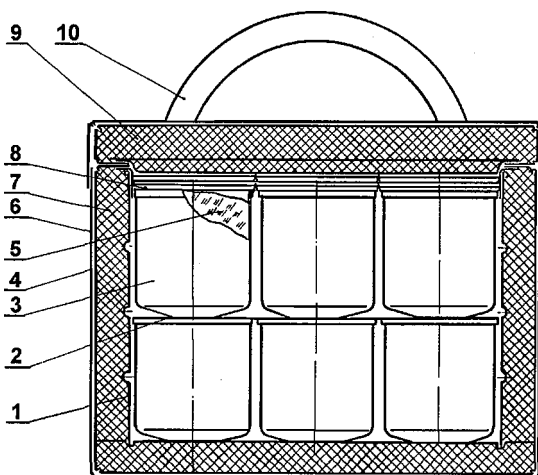

Рисунок 17 – Термос с формами для замораживания и хранения охлаждающих элементов
1.6.6 Термос (рисунок 17) служит для хранения охлаждающих элементов-брикетов водяного льда. Термос состоит из корпуса 1, покрытого слоем теплоизоляции 7 толщиной 30 мм, а поверх него – слоем ткани прорезиненной 4. Крышка 9 имеет аналогичное устройство. Все элементы, составляющие термос, помещены в сумку 6 с крышкой. Термос снабжен ручками 10 для переноски. В термос помещают шесть форм 3, в которых находятся брикеты водяного льда 5. Три нижние формы накрыты прокладкой 2, на которую устанавливают три верхние формы. В верхнюю часть термоса укладывают крышки резиновые 8 холодильников.
1.6.10 Крышка предназначена для закрывания формы 3 (рисунок 17) во время замораживания ледяного брикета.
Для замораживания ледяных брикетов залейте водопроводной водой формы 3 (рисунок 17) до уровня небольших отверстий, расположенных ниже верхней кромки, оденьте крышку и поместите формы в морозильную камеру промышленного, торгового или бытового холодильника. Температура в камере должна быть не выше минус 5 °С. После полного промораживания один комплект из шести охлаждающих элементов храните в морозильной камере, а другой – в термосе, который желательно постоянно держать в холодильнике.